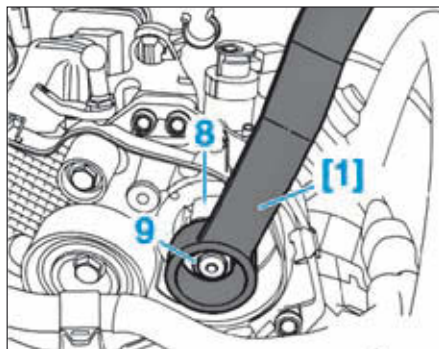
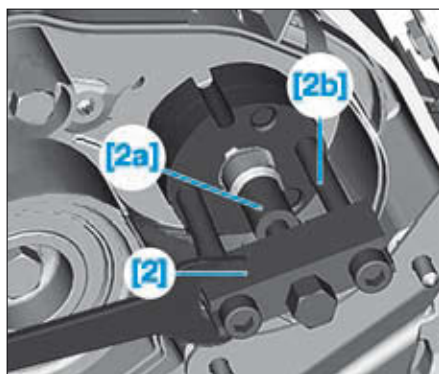

FIG. 36
FIG. 37
- [1]. Outil de maintien (réf Audi T10051) du moyeu de la pompe haute pression (Fig.36).
- [2]. Extracteur (réf Audi : T40064) pour le moyeu de la roue dentée de pompe haute pression (Fig.37).
- [2a]. Entretoise de l'extracteur (réf Audi : T40064/1) (Fig.37).
- [2b]. Vis de l'extracteur (réf Audi : T40064/2) (Fig.37).
- Maintenir le moyeu (8) de la pompe haute pression à l'aide de l'outil [1] (Fig.36).
- Desserrer l'écrou (9) du moyeu.
- Mettre les outils [2], [2a] et [2b] en place sur le moyeu (Fig.37).